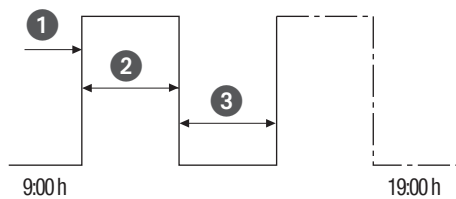

Abb. 33: Zyklusschaltung
- (Abb. 33/①) Startzeit
- (Abb. 33/②) Dauer EIN = Schaltung EIN
- (Abb. 33/③) Dauer AUS = Schaltung AUS